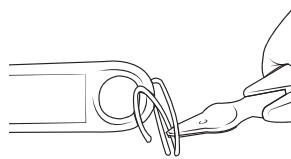

FIG. 2
2. Insérez l'extrémité ouverte dans l'ouverture souhaitée sur l'outil et faites glisser l'anneau jusqu'à ce que les spires se rejoignent (Fig. 2).